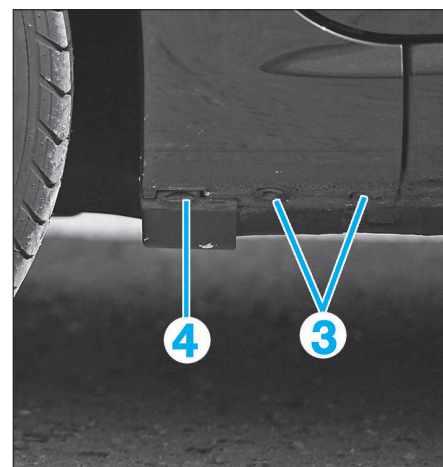

FIG. 13
- Déposer les vis (3) et le clip de maintien (4) (Fig.13).